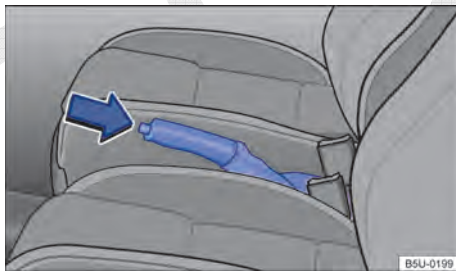

Fig. 108 Entre os bancos dianteiros: alavanca do freio de estacionamento.
- Puxar a alavanca do freio de estacionamento para cima com o botão bloqueador pressionado ⇒ Fig. 108 (seta).
- Puxar a alavanca do freio de estacionamento um pouco para cima e pressionar o botão bloqueador ⇒ Fig. 108 (seta).